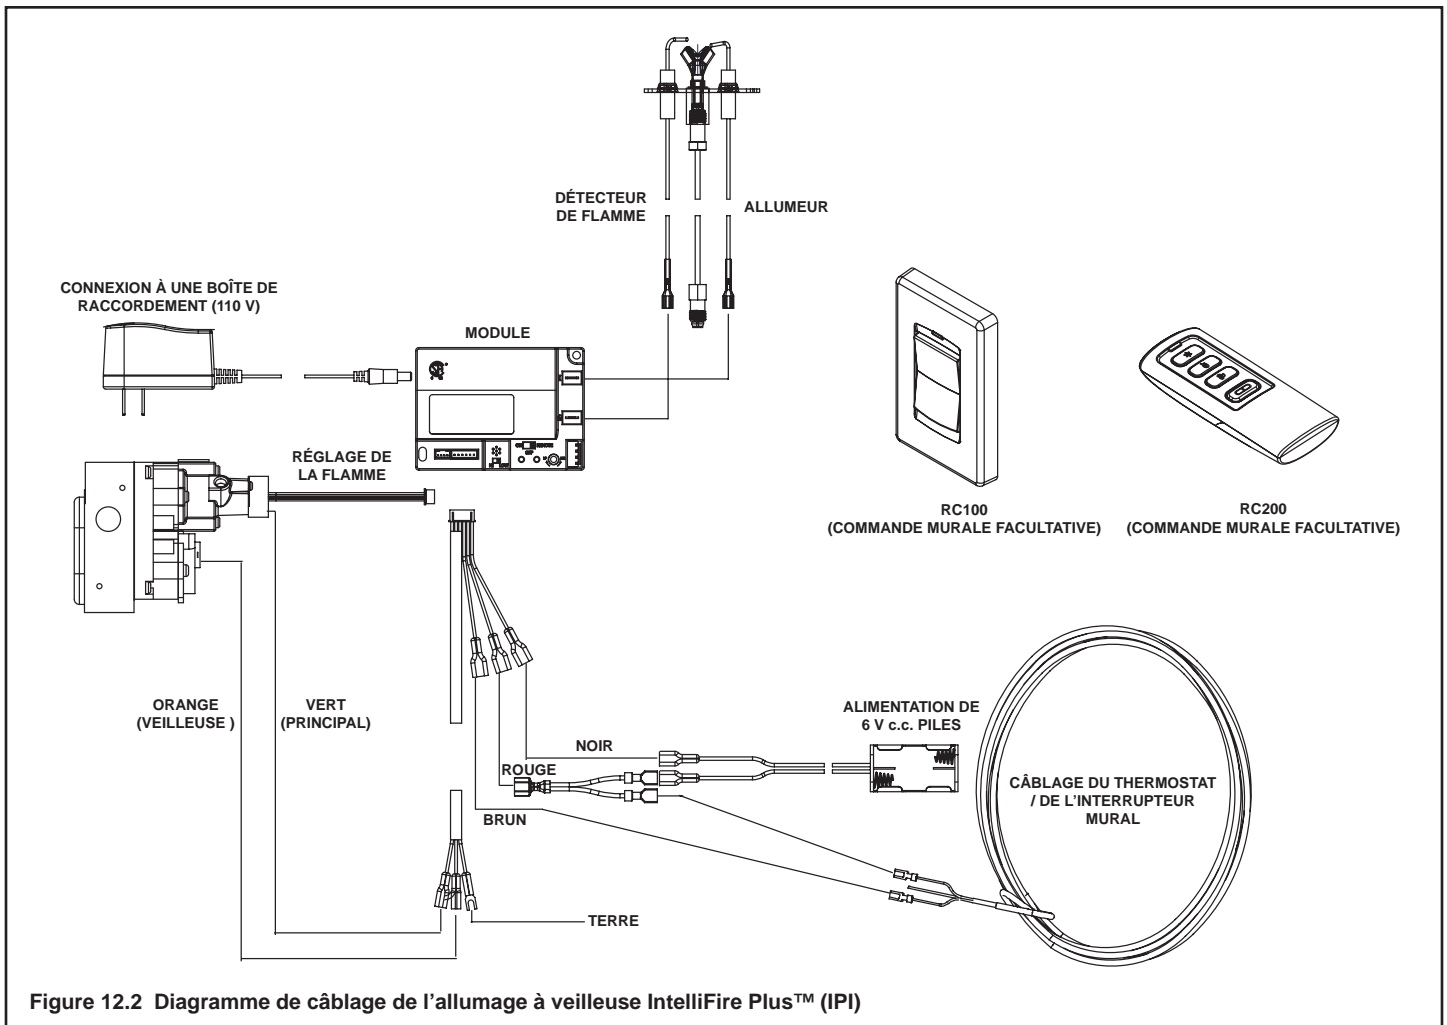

Figure 12.2 Diagramme de câblage de l'allumage à veilleuse IntelliFire Plus™ (IPI)
- Voir les Figure 12.2 Schéma du câblage du système d'allumage IntelliFire Plus™ (IPI).